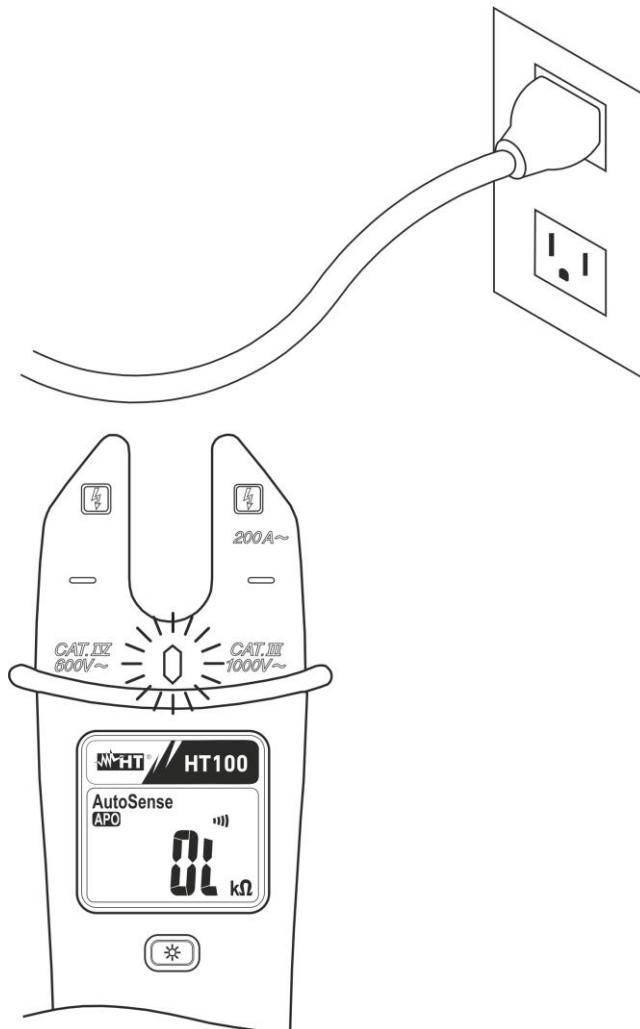

Abb. 4: Erkennung der Wechselspannung
2. Führen Sie das Messgerät in die Nähe des Testpunktes (siehe Abb.4)